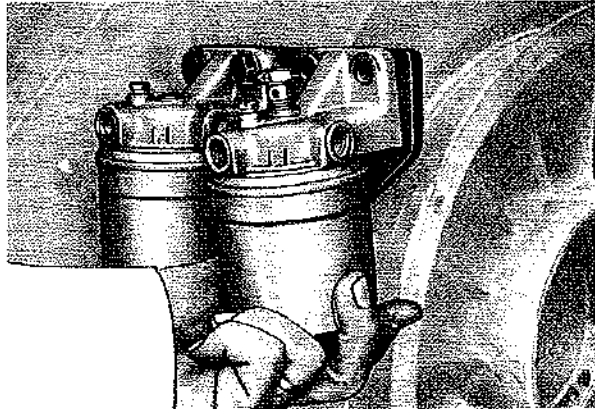

Fig. 74
- Filtro combustibile (Fig. 74), serrando i dadi a 3 kgm. Dai motori 1306 matr. 61100 - 1308 matr. 80840 è iniziato il montaggio di filtri con una sola cartuccia non intercambiabile con le precedenti. Per la sostituzione consultare il catalogo Ricambi.